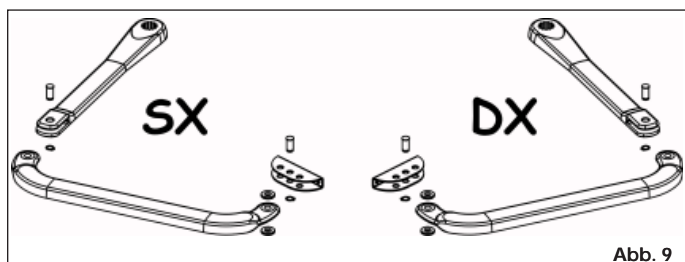

Abb. 9
- Den Gelenkarm und die vordere Befestigung wie in Abb. 9 gezeigt zusammensetzen.